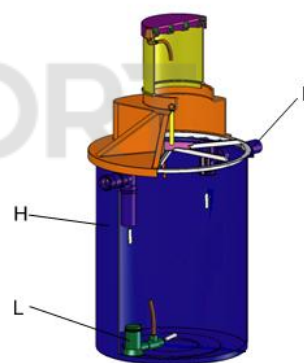

Рис. 4. Отстойник 1,5 м³
2-ой вариант – использование отстойника с насосом (Рис. 4) - модель ЛОС-8А.
Сточные воды самотеком поступают в отстойник (H), где установлен фекальный насос (L) с металлическим режущим механизмом и системой Вентури (Рис. 4). Режимом работы насоса управляет таймер, установленный в блоке управления.